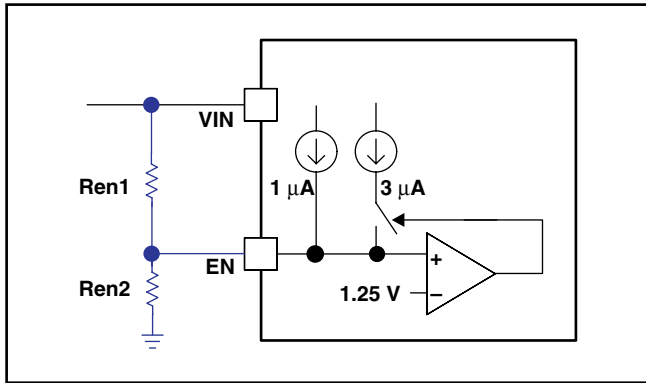

図 11. 可変入力低電圧ロックアウト
VINピンの電圧が内部のVIN UVLOスレッショルドを下回ると、TPS54233はディスエーブルになります。VINが ( $V_{OUT} + 2V$ ) より大きい場合を除き、外部VIN UVLOを使用してヒステリシスを追加することを推奨します。ヒステリシス付きのVIN UVLO電圧を調整するには、図11に示すように、ENピンに接続した外部回路を使用します。ENピンの電圧が1.25Vを超えると、3 $\mu A$ のヒステリシスが追加されます。目的のVIN UVLOスレッショルド電圧を得るために必要な抵抗値は、式 (1) および式 (2) で計算します。VSTARTは入力開始スレッショルド電圧、VSTOPは入力停止スレッショルド電圧、VENはイネーブル・スレッショルド電圧 (1.25V) です。VSTOPは常に、3.5Vより大きい必要があります。